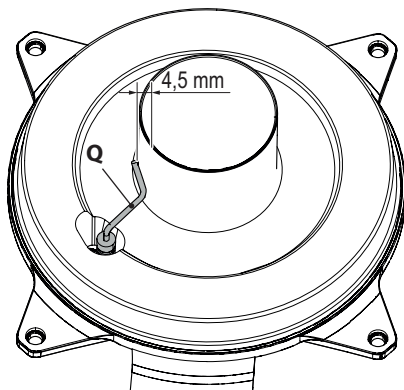

Figura 9.13
- L'elettrodo di accensione/rivelazione **Q** in Figura 9.13 funge anche da sensore per il corretto scarico della condensa.